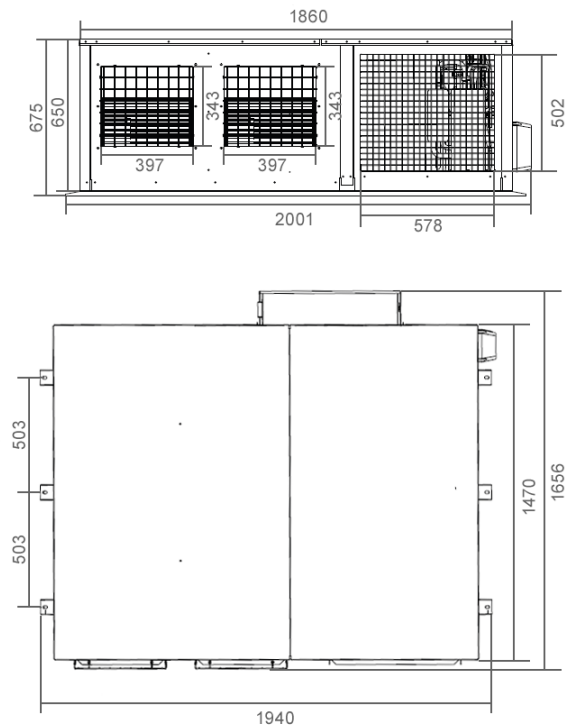

Fig. 3-2 Dimensión de la unidad de aire acondicionado
- 2) La Fig. 3-2 es aplicable para modelos de GIA-CEN-22KOMP